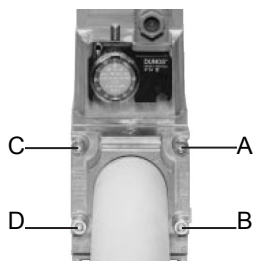
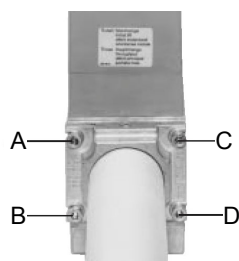

Fig. 10
Fig. 11
1. Aflojar los tornillos A y B, no destornillarlos (Fig. 10 Fig. 10 y Fig. 11 Fig. 11).
2. Desatornillar los tornillos C y D (Fig. 10 Fig. 10 y Fig. 11 Fig. 11).